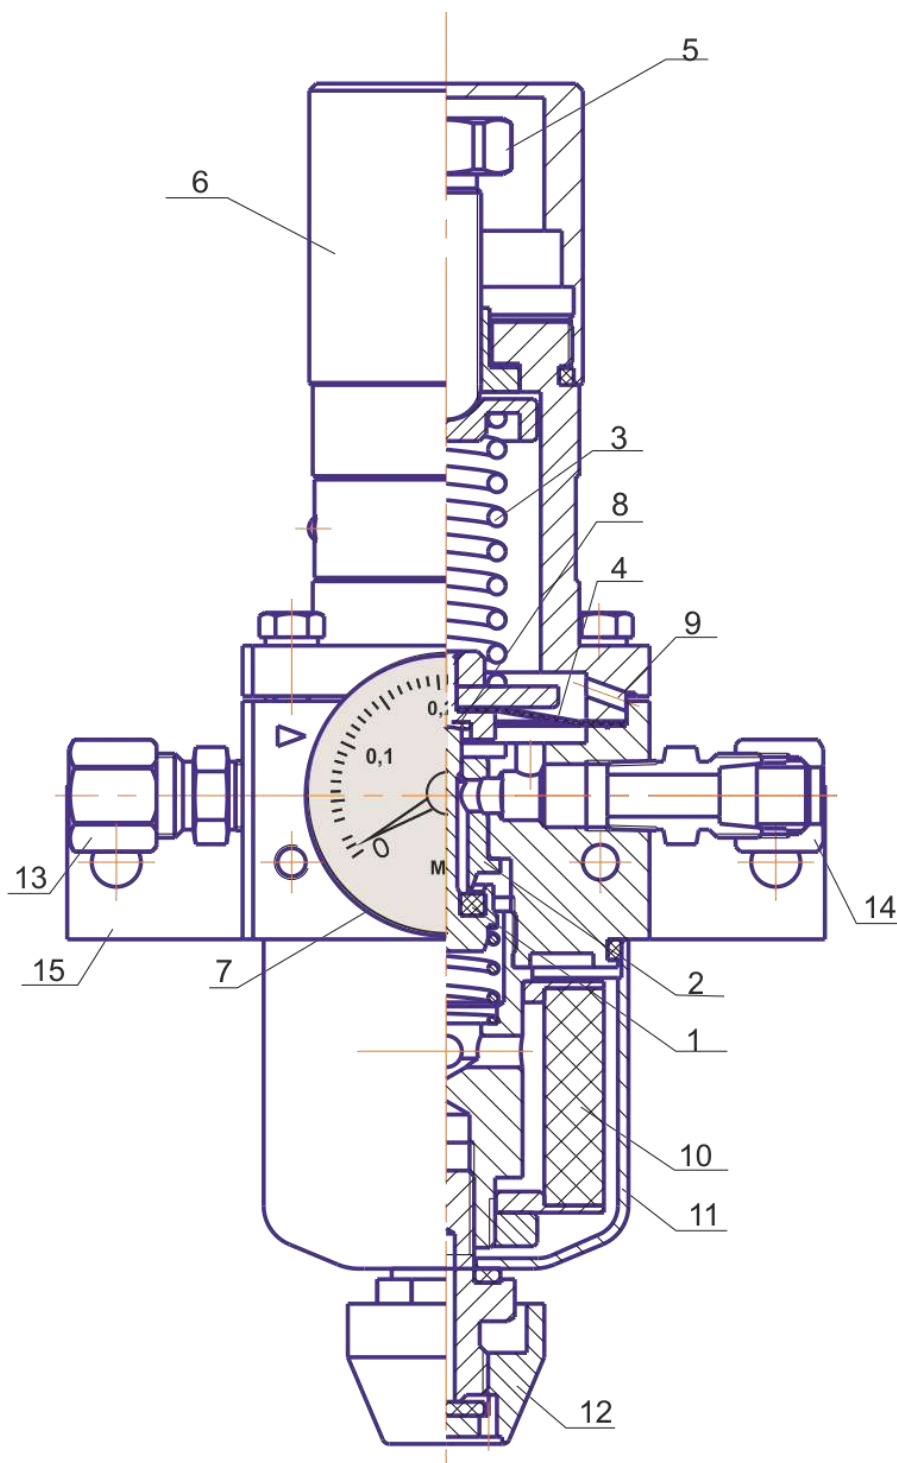

Рисунок 4.1 - Конструкция редуктора РДФ-01М1
Крепление редуктора осуществляется с помощью кронштейна 15 через два отверстия винтами М6 (см. рисунок 4.1).
– подать на вход редуктора воздух давлением до 0,8 МПа (8,0 кгс/см²) и вращением винта 5 (см. рисунок 4.1) установить на выходе давление 0,2 МПа (2,0 кгс/см²).